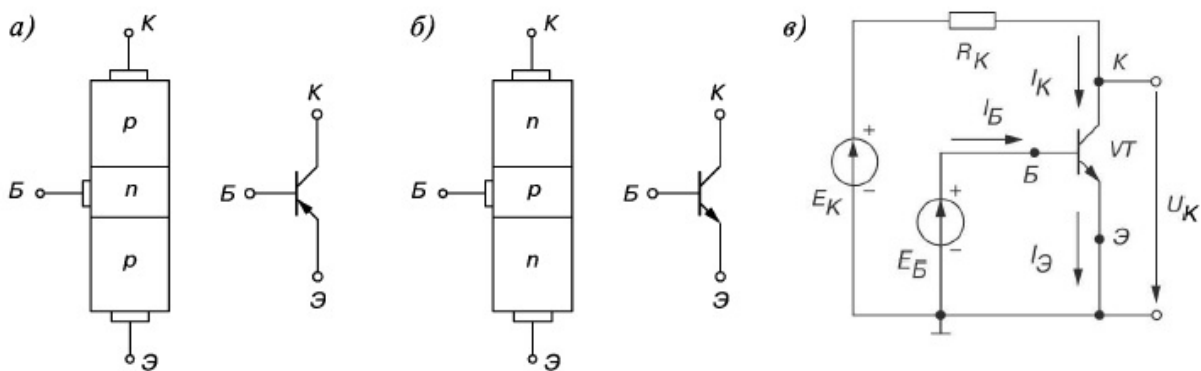

Рис. 1
Биполярные транзисторы — это полупроводниковые приборы, выполненные на кристаллах со структурой p - n - p -типа (*а*) или n - p - n -типа (*б*) с тремя выводами, связанными с тремя слоями (областями): коллектор (K), база (B) и эмиттер (\mathcal{E}) (рис. 1*а* и *б*). Ток в таком транзисторе определяется движением зарядов двух типов: электронов и дырок. Отсюда его название — *биполярный транзистор*.